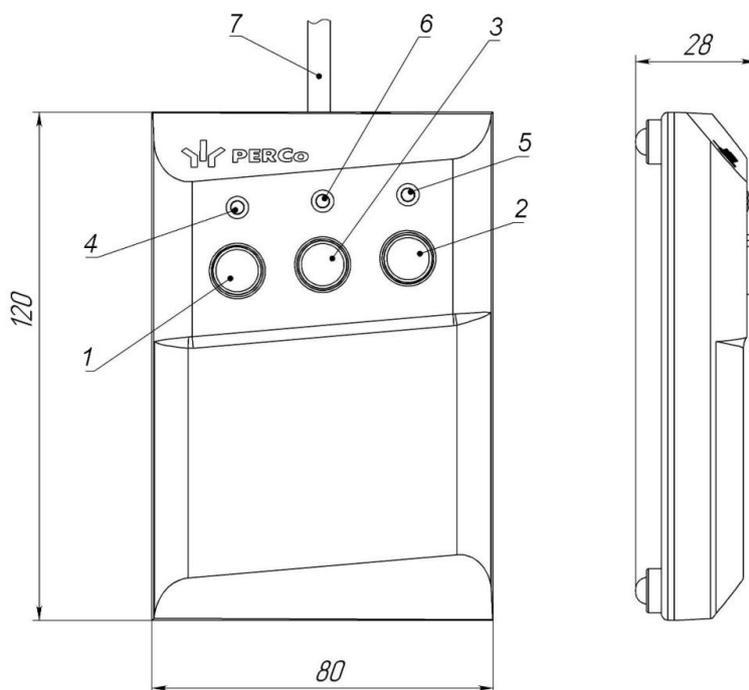

Fig. 7. Vista generale e dimensioni d'ingombro del PCR
Il PCR (17) si presenta come un piccolo dispositivo da tavolo racchiuso in un contenitore di plastica ABS antiurto. Il PCR è predisposto per inviare comandi di un'operatore nel caso che il tornello venga gestito manualmente. La vista generale del PCR è riportata in Fig. 7.